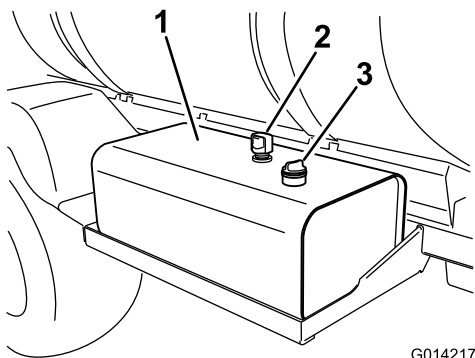

Рисунок 90
2. Очистите зону вокруг крышки гидравлического бака с масломерным щупом и снимите ее (Рисунок 90).